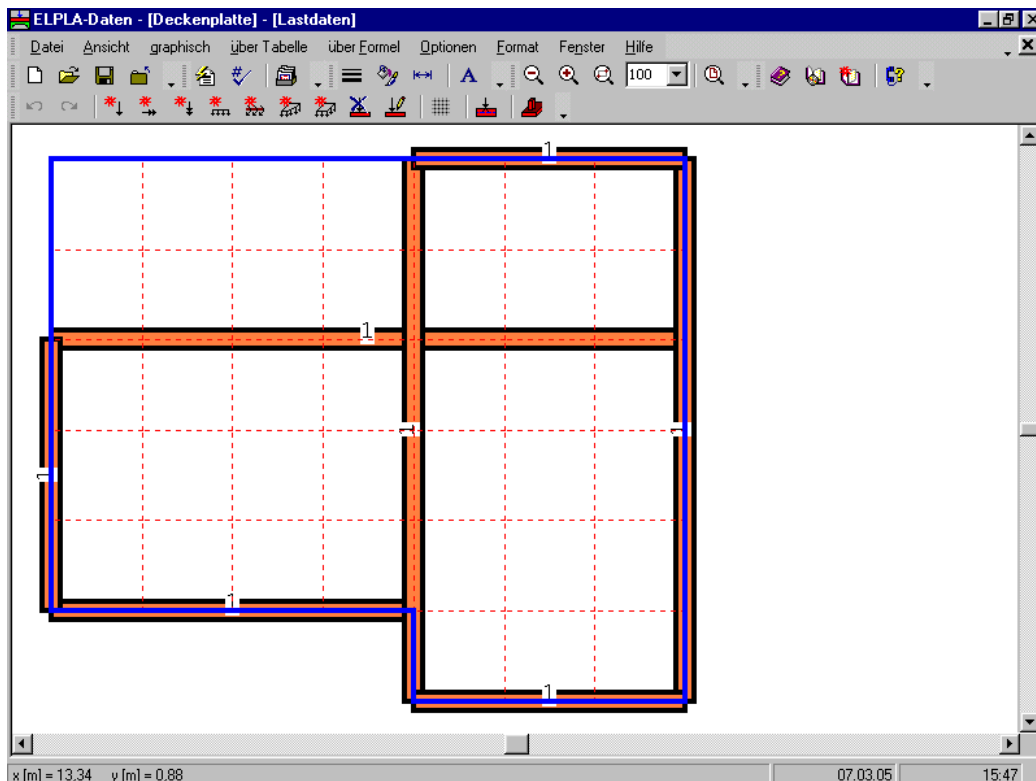
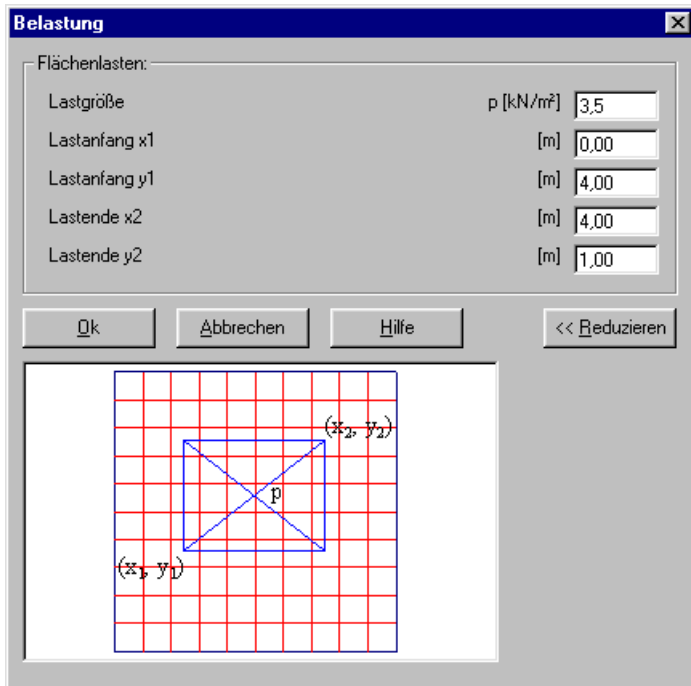

Bild 2-32 Eingebettetes Programm "Lastdaten"
Bild 2-33 Dialogfeld "Belastung"
- Wählen Sie "Lastdaten" aus dem "Daten"-Menü des *ELPLA-Daten*-Fensters. Das folgende eingebettete Programm im Bild 2-32 mit den Stäben auf dem Netz erscheint
- Wählen Sie "Flächenlasten" aus dem Menü "graphisch" im Fenster von Bild 2-32. Wenn der Befehl "Flächenlasten" gewählt wird, ändert sich der Cursor von einem Pfeil zu einem Kreuz. Dann kann die Flächenlast mit Halten der linken Maustaste unten am Anfangspunkt der Flächenlast definiert werden. Wenn der Cursor gezogen ist, erscheint eine Box. Damit wird eine Flächenlast gezeigt, um sie zu definieren. Nach Freigabe der linken Maustaste erscheint das folgende Dialogfeld im Bild 2-33 mit der Lastgröße und den Koordinaten